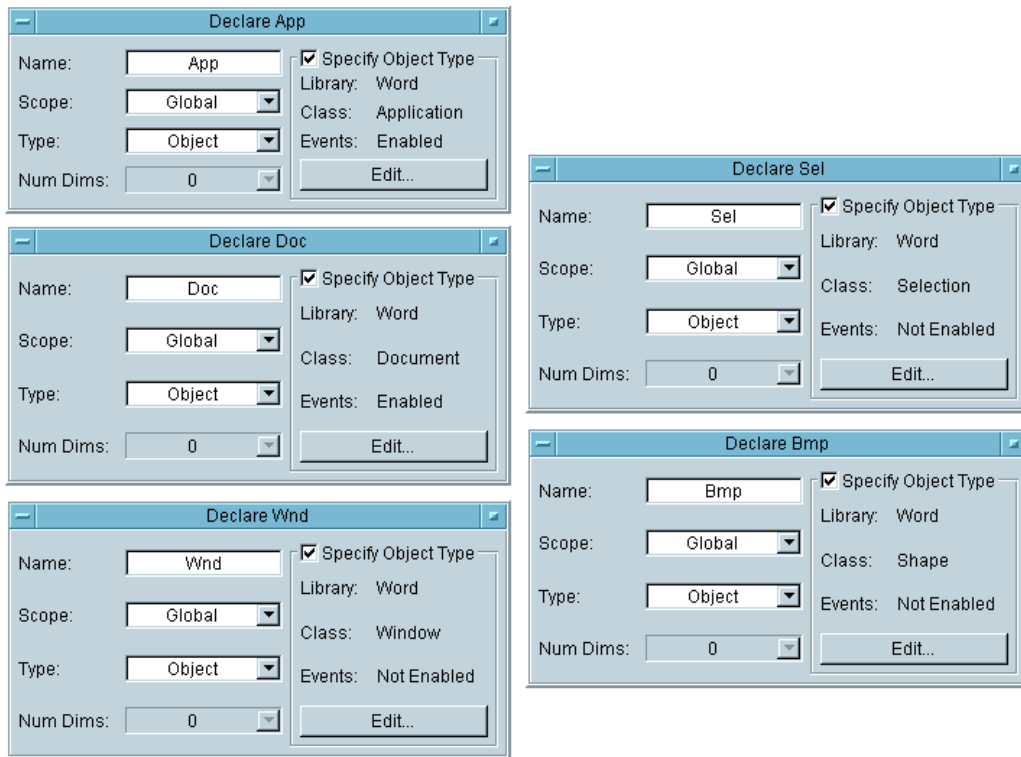

図 6-14. オブジェクト変数
- e. クラスに [Enable Events] がある場合は、選択します。5 つをアイコン化します。これらの変数のオープン・ビューについては図 6-14 を参照してください。